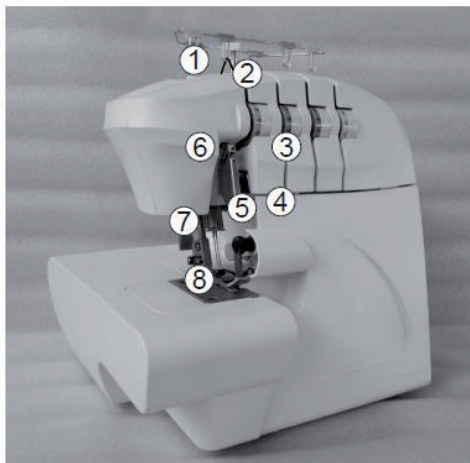

Рис. 18
1. Заправьте правую иглу, следуя зеленому пути и порядку от 1 до 8 на Рис. 18.